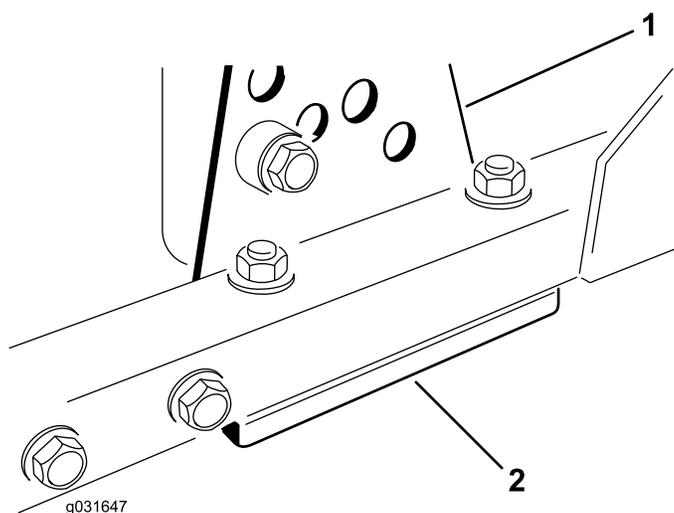

Figura 70
- Retire o suporte da altura de corte (frente, esquerda ou direita) da estrutura da unidade de corte (Figura 70).
- Ajuste os calços de 1,5 mm e/ou de 0,7 mm entre a estrutura da unidade de corte e o suporte para obter a altura de corte pretendida (Figura 70).
- Instale o suporte da altura de corte na estrutura da unidade de corte com os instale os calços restantes debaixo do suporte da altura de corte (Figura 70).